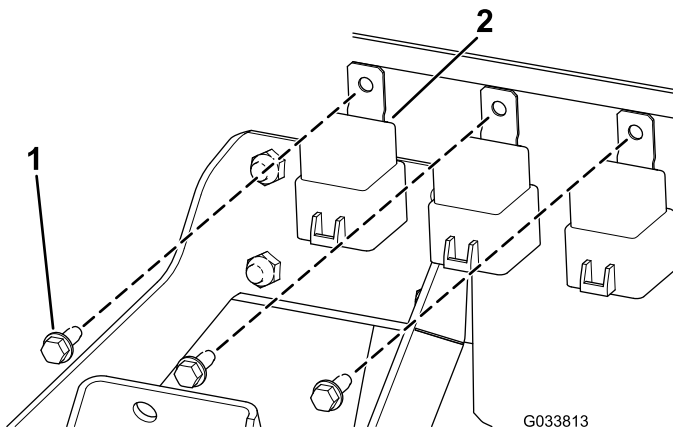

Bild 7
1. Installieren Sie die drei Relais im Armaturenbrettrahmen mit den drei Sechskantschrauben ($\frac{1}{4}$ " x $\frac{5}{8}$ "), wie in Bild 7 abgebildet.